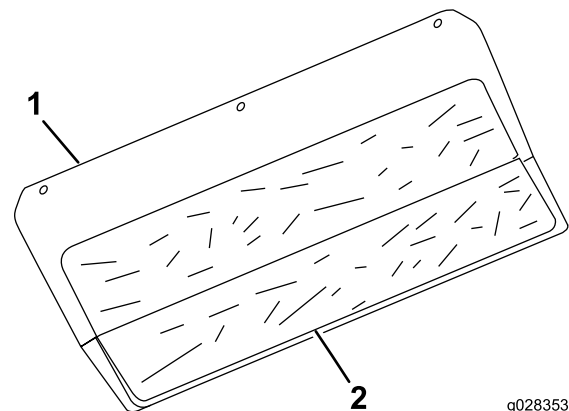

Figura 4
- Retire el papel protector y fije la cara autoadhesiva del protector térmico al lado del motor del panel trasero, según se muestra en Figura 4.